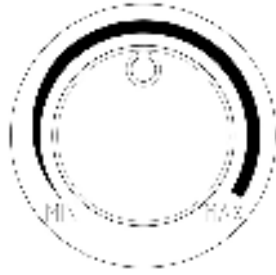

fig. 6
- Zur Einstellung der Umgebungstemperatur auf einen bestimmten Wert (Thermostateinstellung) positionieren Sie den Bezug "A" (Abb.1) innerhalb der Gradskala (Abb. 6). Wenn die Raumtemperatur gleich oder höher als der Einstellwert ist, stoppt das Gerät. Wenn die Umgebungstemperatur unter der Einstelltemperatur liegt, arbeitet das Gerät bei der eingestellten Leistung.
- Para regular la temperatura ambiente a un valor determinado (termostatación), ponga la referencia "A" (fig.1) dentro de la escala graduada (fig. 6). Si la temperatura ambiente es igual o superior a la temperatura regulada, el aparato se detiene. Si la temperatura ambiente es inferior a la temperatura regulada, el aparato funcionará a la potencia seleccionada.